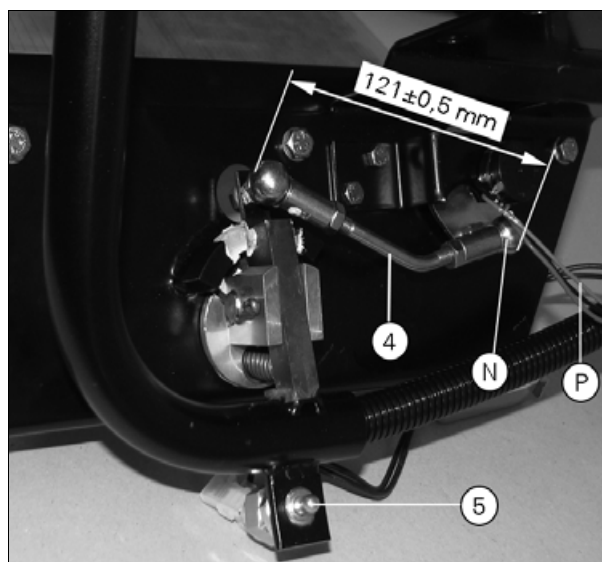

Рис. 7.
d) Если значения напряжения не укладываются в указанные диапазоны, их необходимо отрегулировать, изменив длину соединительной тяги (рис. 7).